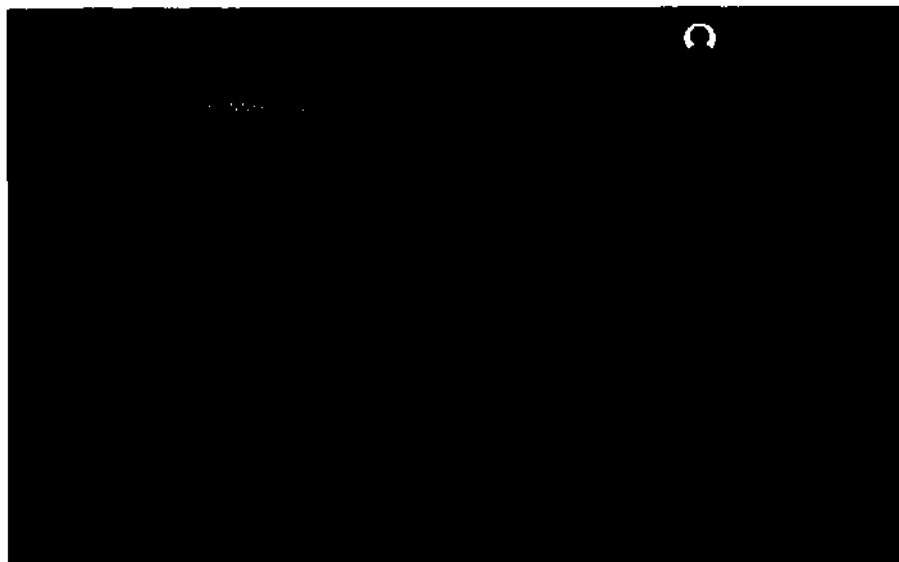

Рисунок A15
- в случае, если Launcher просит осуществить авторизацию, необходимо ввести данные для входа, использовавшиеся ранее при регистрации на портале Teslasuit (рисунок A15);